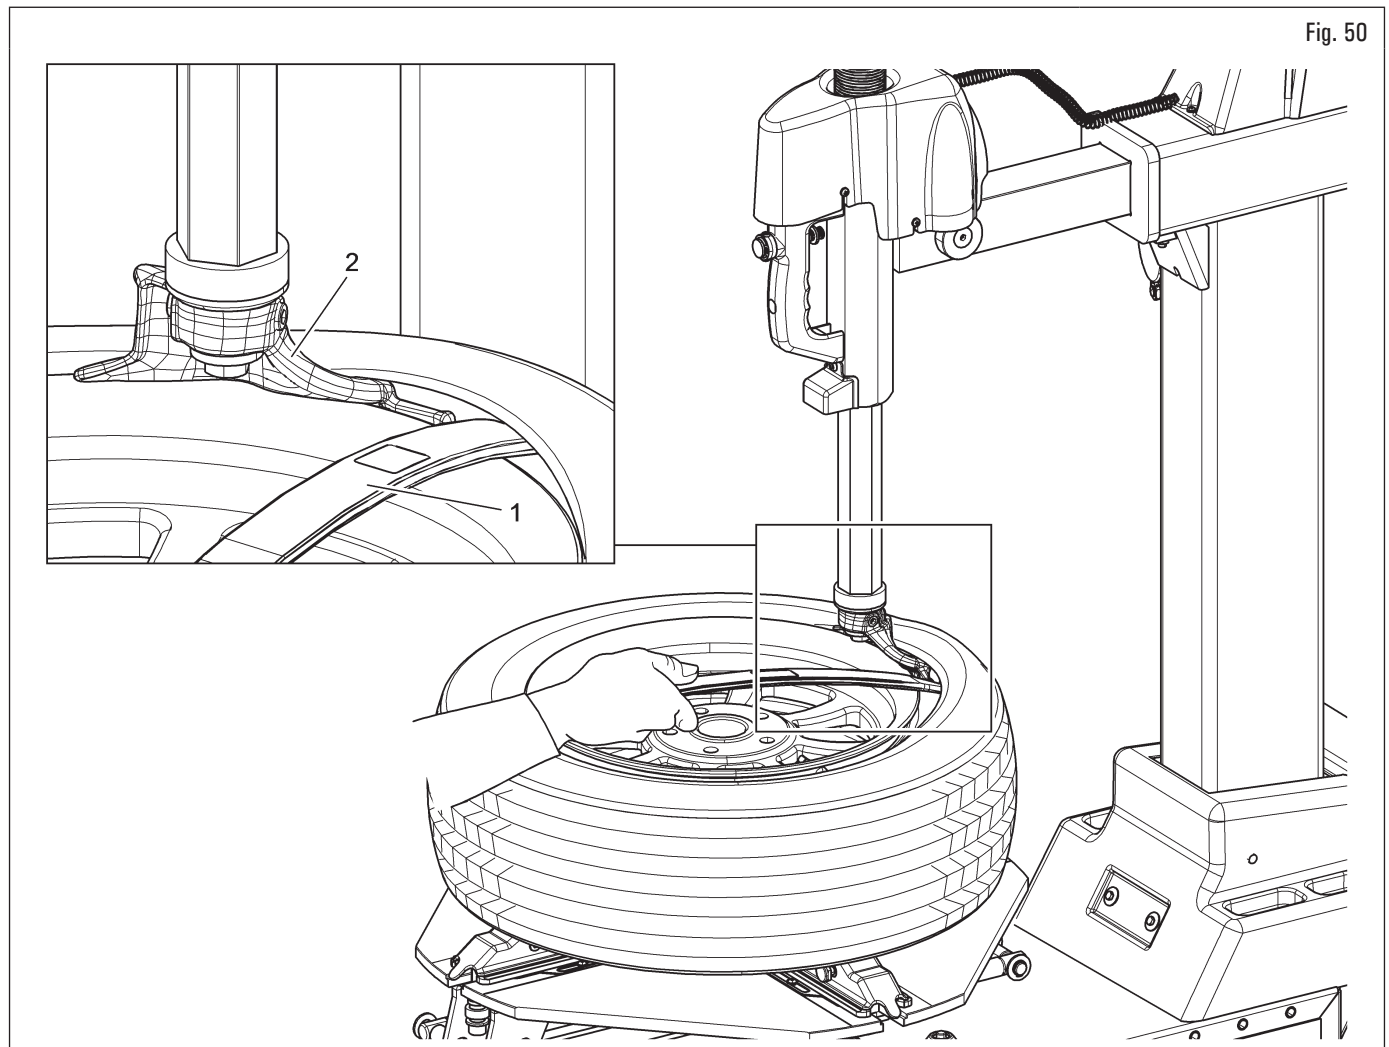

Fig. 50
Après avoir bloqué la roue, procéder au démontage du pneumatique en suivant les instructions suivantes et en faisant référence à la Fig. 50 :
4. à l'aide du levier (Fig. 50 réf. 1) forcer sur le talon du pneu, en le positionnant sur l'onglet de la tête outil (Fig. 50 réf. 2) ;
Si le talon du pneu, en cas de pneus « durs », tend à descendre de la tête outil, avant de tourner le mandrin dans le sens des aiguilles d'une montre, le faire tourner de quelques centimètres dans le sens contraire des aiguilles d'une montre, en maintenant le levier (Fig. 50 réf. 1) dans la position indiquée.